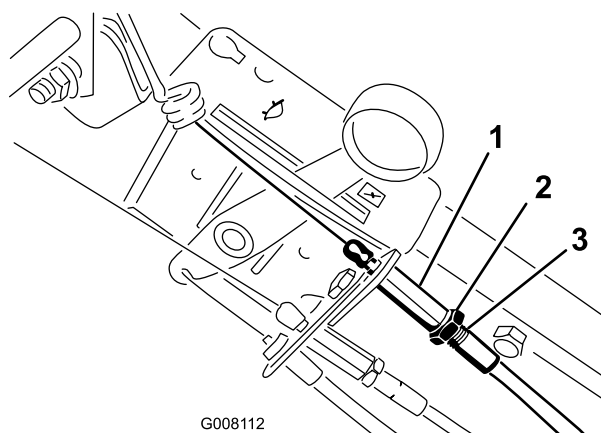

Bild 31
4. Stellen Sie den Zugeinsteller am Griff so ein, dass 6 mm des Gewindes sichtbar sind, ziehen Sie die Mutter dann fest (Bild 31).